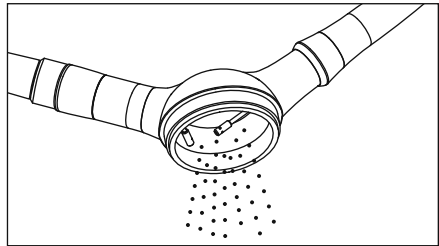

図5
- ①パウダーケースキャップを開け、残ったパウダーを取り除きます。（図5）